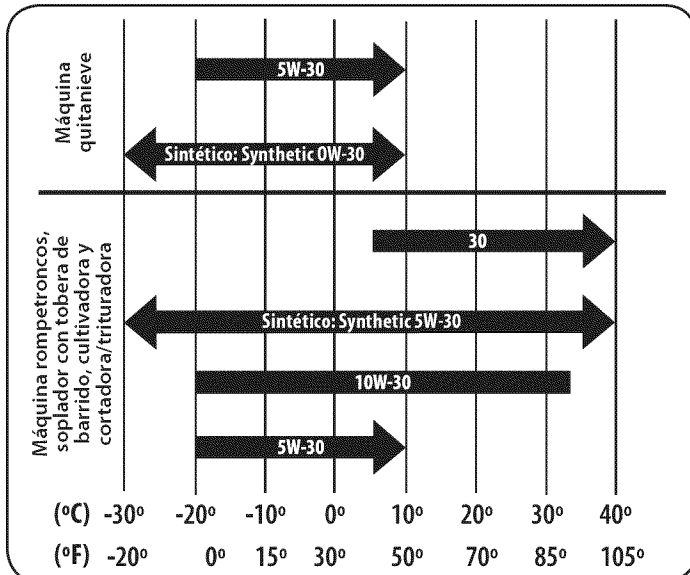

Figura 21
Consulte la tabla de viscosidad (Figura 21) para las recomendaciones relacionadas con el aceite. No llene excesivamente. Use un aceite para motor de cuatro tiempos, o un aceite detergente de calidad premium equivalente con certificado que cubra o exceda las exigencias de los fabricantes de automóviles americanos respecto de la clasificación de servicio de nivel SG y SF como mínimo (se aceptan clasificaciones de letras superiores como grados SJ, SL y SM). El aceite para motor tendrá esta designación en el envase.
11. Llene con el aceite recomendado. Vea la Figura 21.